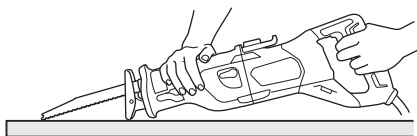
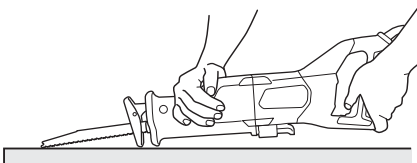

Fig. 19
Fig. 20
Cet outil vous permet de procéder à un sciage en plongée sur des panneaux de contreplaqué et des panneaux de bois mince. Le sciage en plongée s'effectue en toute facilité avec la lame installée à l'envers, comme illustré aux Fig. 20, 22 et 24. Utiliser une lame aussi courte et épaisse que possible. Il est recommandé d'utiliser la lame BIMETAL No.132 mentionnée dans la page 32. Procéder avec précaution pour effectuer la coupe de poche et observer les procédures suivantes.
- (1) Appuyez la partie inférieure (ou la partie supérieure) du socle contre le matériau. Tirer sur la gâchette tout en maintenant l'extrémité de la lame éloignée du matériau. (Fig. 19, Fig. 20)